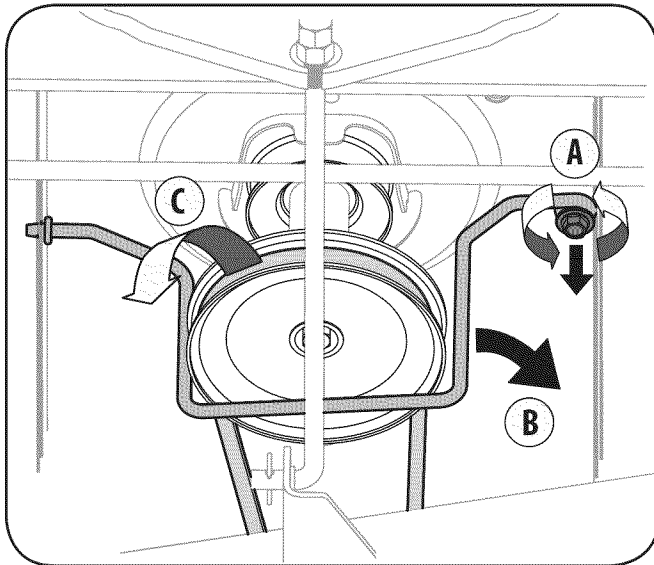

Figura 7-1
3. Quite la vara de encargamiento de cinturón, de alrededor de la polea de motor del tractor, quitando el tornillo de autogolpeado (A) que lo asegura. Ver el Figura 7-1.